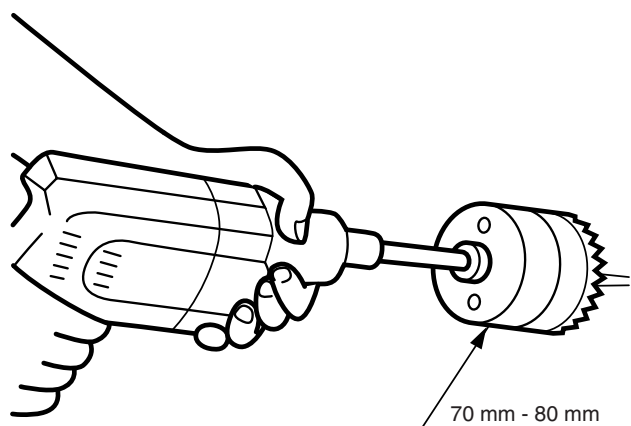

Figura 5
3. Haga la perforación para el conducto de humos. Use una sierra para aberturas de un diámetro de 70 a 80 mm (ver Figura 5). La abertura en el lado interior de la pared debe ser un poco más alta que la abertura en el exterior, con el fin de crear una leve pendiente en la